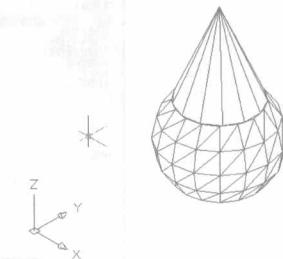

图1-9 执行消隐操作
9. 选取菜单命令【视图】/【消隐】，结果如图 1-9 所示。